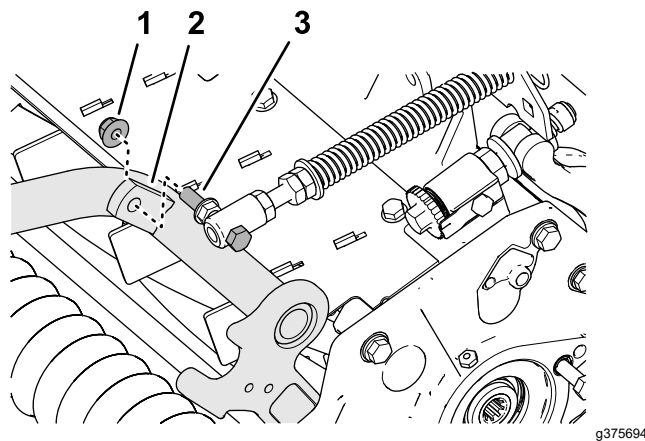

Figura 20
4. Monte o parafuso da mola de compensação do gramado na aba direita da estrutura do transportador (Figura 20) com a contraporca flangeada ($\frac{3}{8}$ pol.).